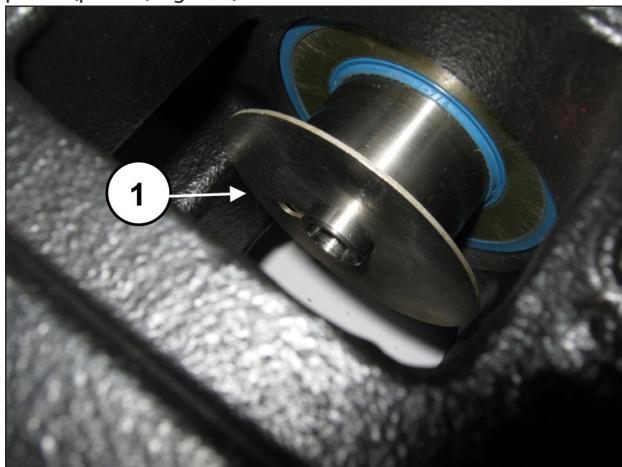

Fig. 182
Posicione a proteção contra respingos na ranhura da guia do pistão (pos. ①, Fig. 182).